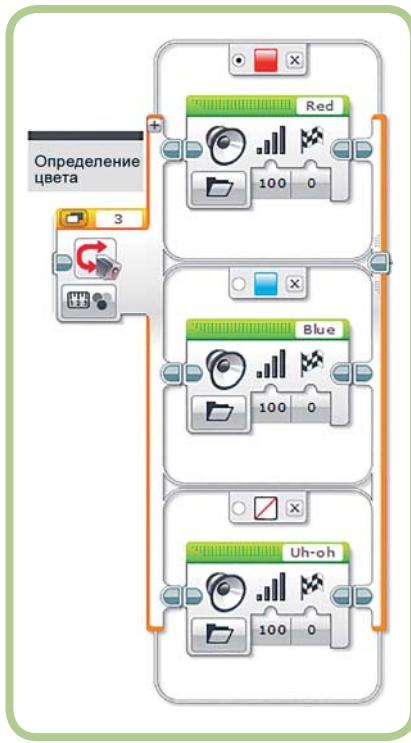

Рис. 6.15. Случай *Нет цвета* (No Color)
7. Щелкни по полю **Звуковые файлы LEGO** (LEGO Sound Files) и выбери вариант "Uh-oh". Ты найдешь его в папке **Выражения** (Expressions). Теперь программа должна выглядеть так, как показано на рис. 6.15.